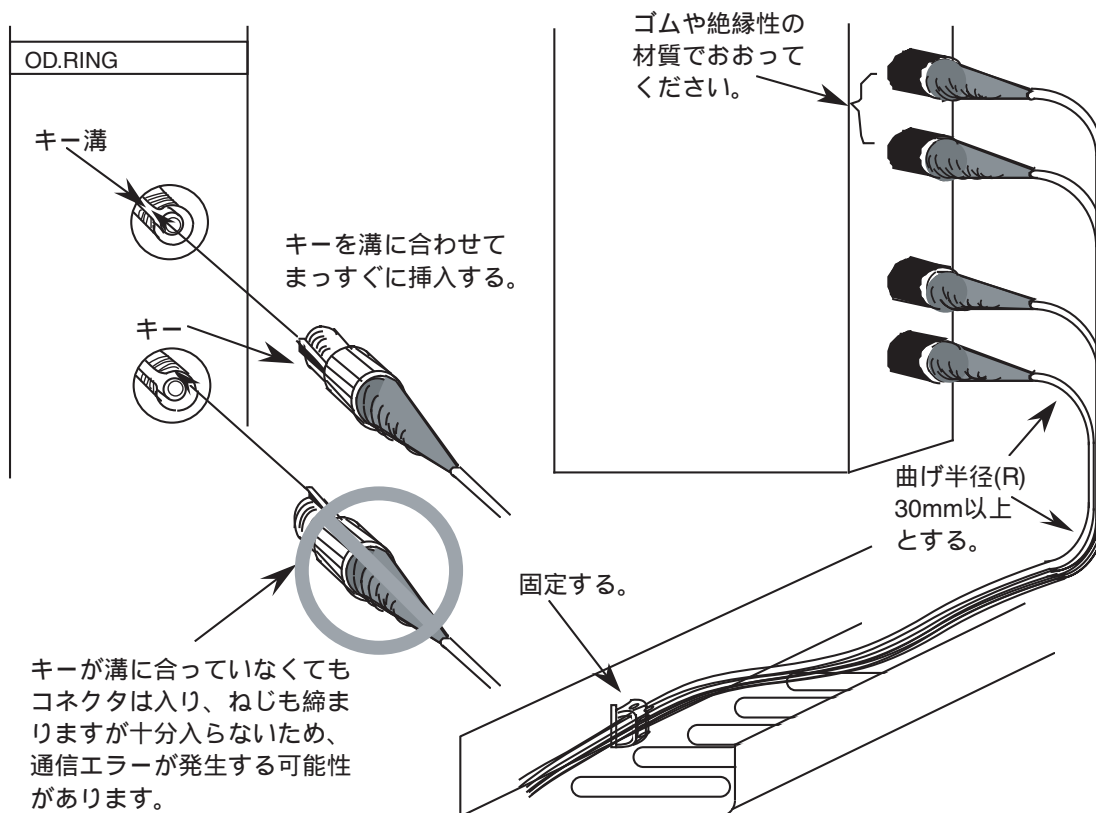

図3-3 光ファイバケーブルの取り扱い
- ケーブルコネクタのキーと光モジュールのキー溝の位置を図3-3のように合わせて挿入し、ねじで固定してください。キーとキー溝が合っていない場合、無理にコネクタをねじ込むことはしないでください。コネクタをいためたり、正常に通信ができないことがあります（LQE010のみ）。
- ケーブルコネクタのねじ込み部は金属製のため、手で触ったときに人体から静電気が放電し、光二重リングが通信エラーとなる場合があります。静電気の放電を防ぐために図3-3に示すコネクタ部はゴムや絶縁性の材質でおおってください。